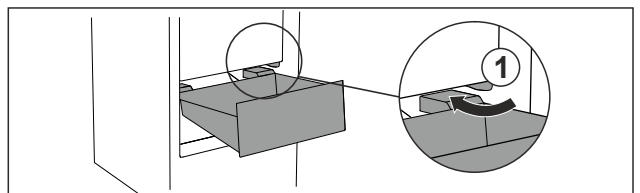

Fig. 102
- ▶ Обвести висувний ящик навкіс навколо стопора Fig. 102 (1).